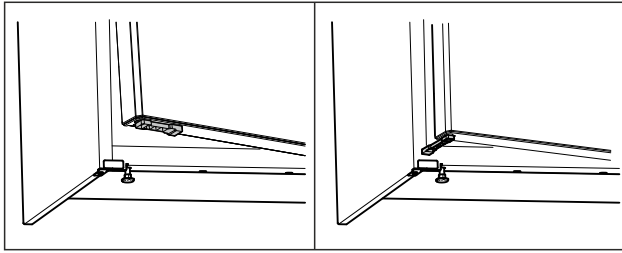

Fig. 68 *
- ▶ Draai de deuropeningsbegrenzer met 90°. (zie Fig. 68) *